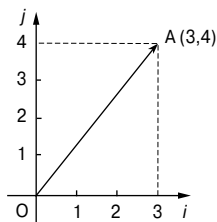

Рис. 3.3
- $xi + yj$ , где  $i$  и  $j$  — оси, находящиеся под прямым углом друг к другу; например,  $3i + 4j$  означает 3 единицы по оси  $i$  и 4 единицы по оси  $j$ , как показано на **Рис. 3.3**;
- матрица:  $\begin{pmatrix} a \\ b \end{pmatrix}$ . Например, вектор  $OA$ , изображённый на **Рис. 3.3**, можно представить как  $\begin{pmatrix} 3 \\ 4 \end{pmatrix}$ .
Следовательно, вектор на **Рис. 3.3** можно изобразить как